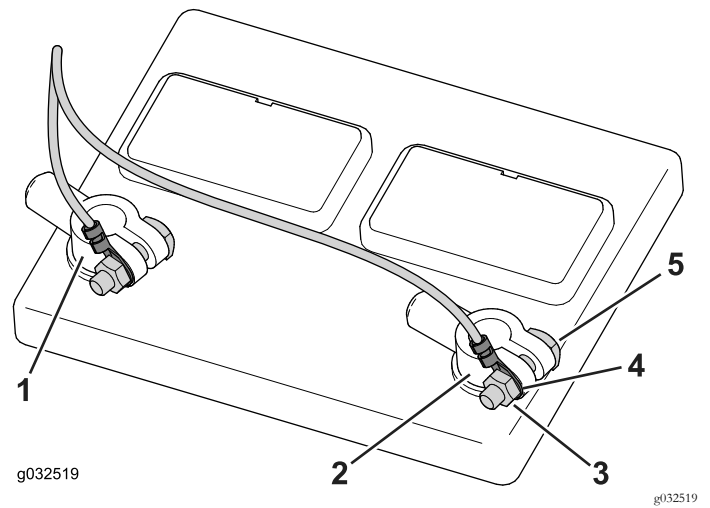

Figura 42
1. Afloje y retire la abrazadera del borne negativo y luego la abrazadera del borne positivo de la batería (Figura 42).
3. Instale el conector de anillo negativo sobre el perno del borne negativo y sujételo provisionalmente con la tuerca (Figura 42).
4. Instale el conector de anillo positivo sobre el perno del borne positivo y sujételo provisionalmente con la tuerca (Figura 42).
5. Instale la abrazadera del borne positivo en el borne positivo de la batería, y luego la abrazadera del borne negativo en el borne negativo de la batería (Figura 42).